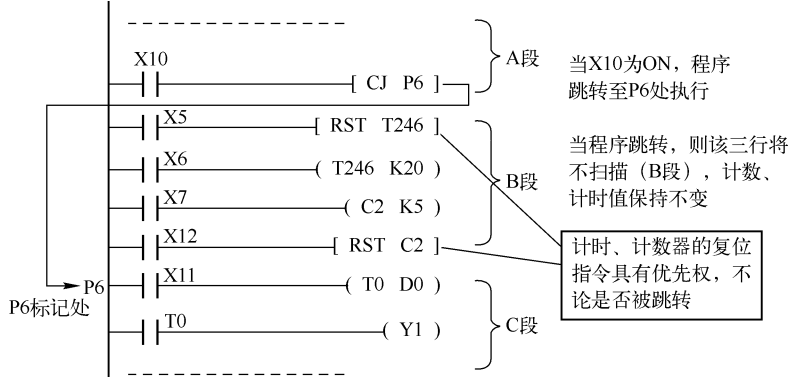

图 8-4 计数器、定时器的跳转程序段
(2) 被跳过程序段中的时间继电器和计数器, 无论其是否具有掉电保持功能, 由于相关程序停止执行, 它们的现实值寄存器被锁定, 跳转发生后其计数、计时值保持不变, 在跳转终止, 程序继续执行时, 计时、计数将继续进行, 如图 8-4 所示。